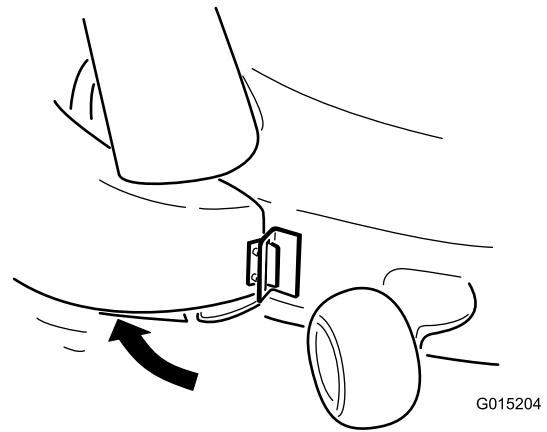

Figura 22
2. Girate indietro il camino di scarico verso il piatto di taglio in modo che sia a pari con quest'ultimo (Figura 22).